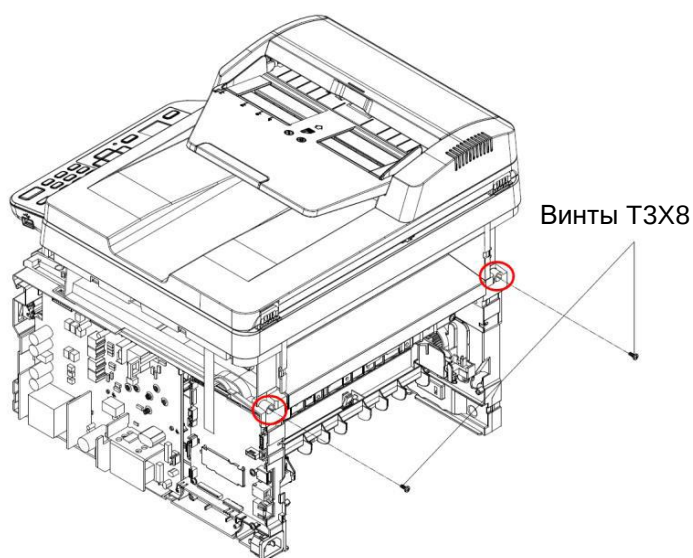

Рис. 1
2. Рисунок 1: выкрутите два крепежных винта Т3Х8. Рисунок 2: отсоедините два кабеля FFC и два обычных кабеля. Рисунок 3: сдвиньте четыре слота, чтобы отсоединить блок АПД со сканером.